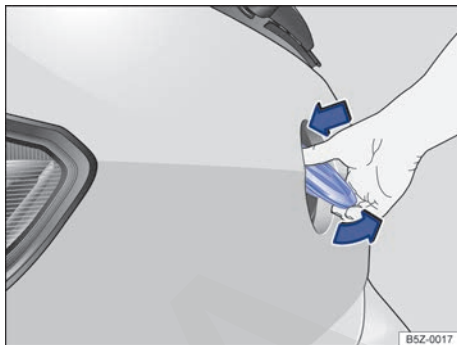

Fig. 28 Abrir la tapa trasera desde afuera.
- Presione con el pulgar sobre la parte superior del emblema Volkswagen → fig. 28 y tirelo hacia afuera desde abajo. Agarre el emblema por la parte inferior y abra la tapa trasera.